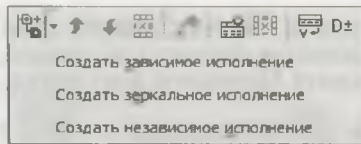

Рис. 26.14. Меню команды **Создать зависимое исполнение**
- ◆ нажмите на треугольник после команды  **Создать зависимое исполнение** (рис. 26.14) и из его меню выберите одну из команд: